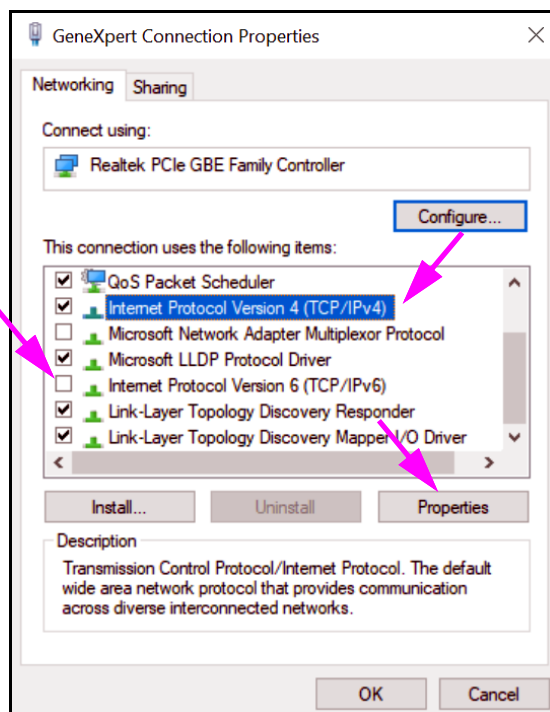

图 2-48. GeneXpert Connection Properties（连接属性）屏幕
7. 从下拉菜单中选择 **Properties**（属性）。显示了 图 2-48 所示的屏幕。
8. 在 GeneXpert Connection Properties（连接属性）屏幕（如图 2-48 所示），取消选中 **Internet Protocol Version 6 (TCP/IPv6)**（Internet 协议版本 6 (TCP/IPv6)）旁边的方框。高亮显示 **Internet Protocol Version 4 (TCP/IPv4)**（Internet 协议版本 4 (TCP/IPv4)），然后单击 **Properties（属性）**。出现 Internet Protocol Version 4 (TCP/IPv4) Properties（Internet 协议版本 4 (TCP/IPv4) 属性）屏幕。